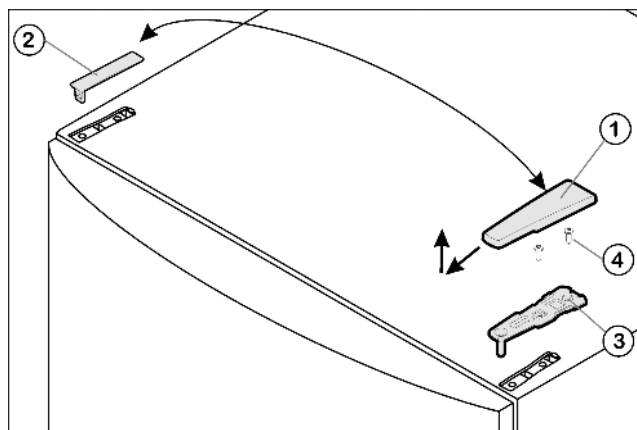

Fig. 4
- ▶ Потяните крышку Fig. 4 (1) вперед и вверх.
- ▶ Снимите крышку Fig. 4 (2).
- ▶ Открутите верхний опорный кронштейн Fig. 4 (3) (2 шт. Torx® 25) Fig. 4 (4) и вытяните вверх.
- ▶ Установите верхний опорный кронштейн Fig. 4 (3) на новой стороне шарнира и защелкните в дверце.
- ▶ Привинтите верхний опорный кронштейн (с моментом **4 Нм**) (2 шт. Torx® 25) Fig. 4 (4). При необходимости проделайте отверстия или используйте аккумуляторную отвертку.
- ▶ Наденьте и защелкните крышку Fig. 4 (1) и крышку Fig. 4 (2) на противоположной стороне снаружи.